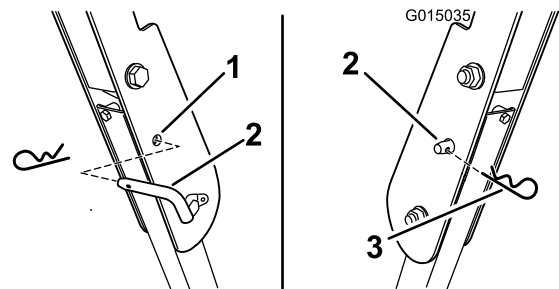

Bild 10
3. Installieren Sie die Arretierbolzen. Sichern Sie die Bolzen, indem Sie den Splint einsetzen (Bild 10).
4. Entfernen Sie den Splint und den Sperrstift, um den Überrollbügel abzusenken. (Bild 10).